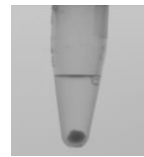

Abb. 1: empfohlene Pelletgröße für Probe, die Partikel enthält
- 50 -200 µl von einer getrübbten Probe, um nach der Zentrifugation ein Pellet von maximal 2 mm zu erhalten (vgl. Abb. 1)
- Die Größe des Pellets kontrollieren, es enthält die Zellen aus der Probe. Das Pellet darf eine Größe von ca. 2 mm Durchmesser nicht überschreiten (siehe Abb. 1). Falls nötig, einen Teil vom Pellet mit dem Überstand werfen